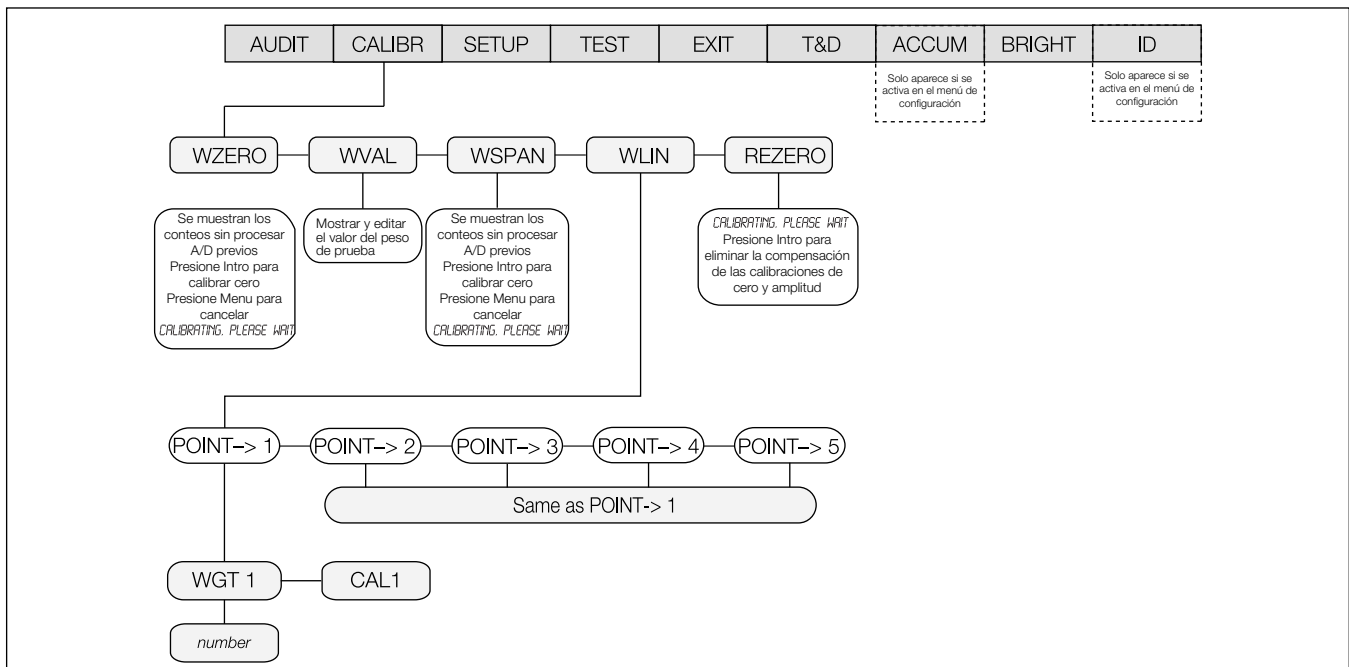

Figura 4-1. Menú de calibración
- El menú CALIBR mostrado en la Figura 4-1 ofrece la calibración rápida.